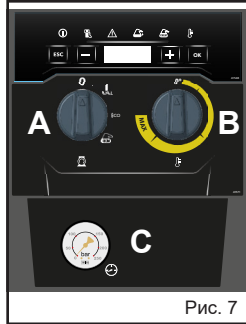

Рис. 7
1) Выключите систему нагрева, для этого поверните регулятор температуры в поз. «0», (рис. 7В)
3) Выключите аппарат, повернув выключатель в положение «0» (рис. 7А).